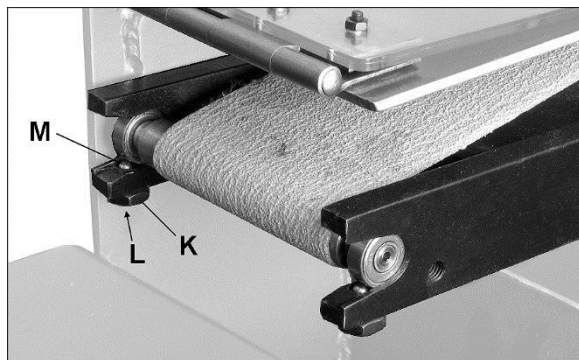

Fig. 8
3. Desserrer les écrous six pans (K, Fig. 8) et tourner les vis de réglage (L) pour abaisser les billes en acier (M).
5. Relever les billes en acier (M) en tournant les vis de réglage (L), serrer les écrous six pans (K), et tendre la bande.